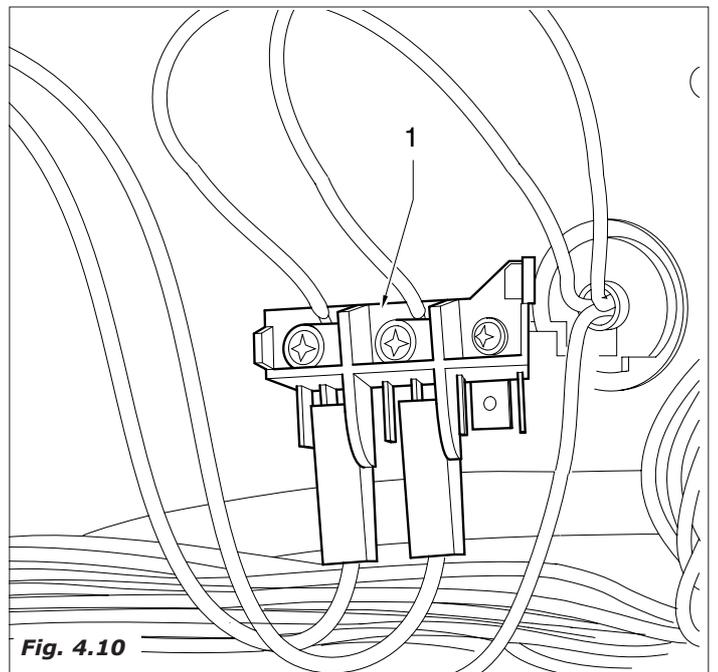
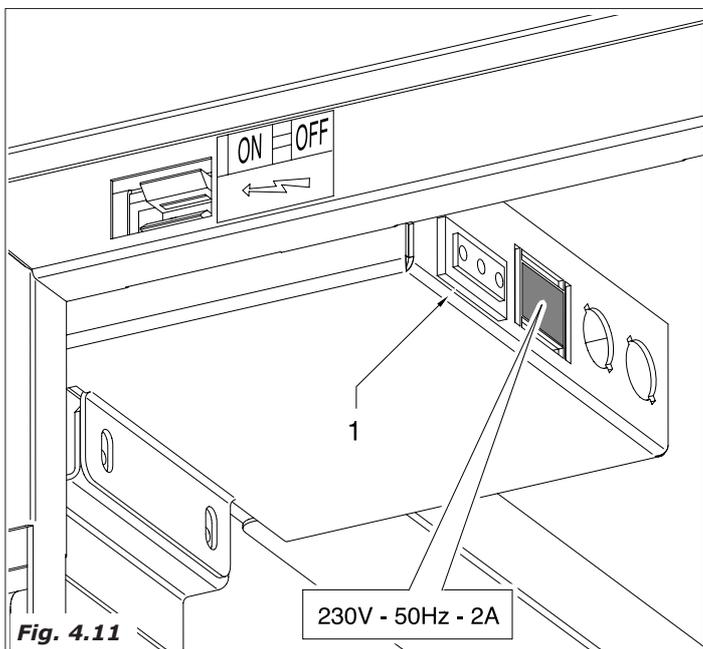

Fig. 4.10
Fig. 4.11
Con la puerta abierta, quedan bajo tensión la regleta del cable de alimentación (Fig.4.10-pos.1) y la toma de servicio interna del distribuidor automático (Fig.4.11-pos.1).